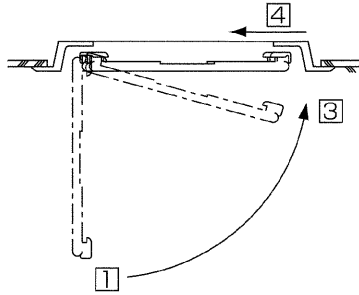

図13
● サービスパネルの片側を引掛け下図の図面 ① → ② → ③ → ④ の順番に動かして取付けます。(図13)